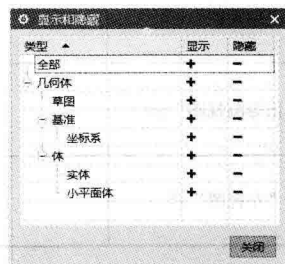
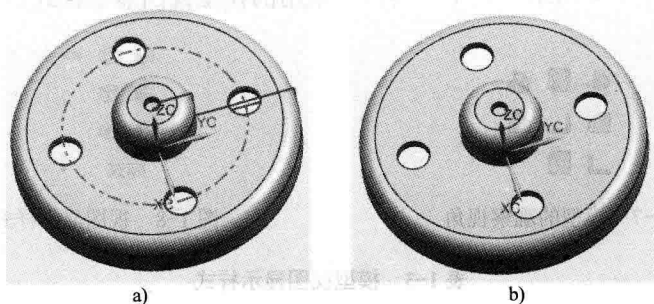

图 1-9 “显示和隐藏”对话框
图 1-10 隐藏草图对象
1) 选择菜单“编辑”→“显示和隐藏”命令，弹出如图 1-9 所示的“显示和隐藏”对话框。单击对象右边的“+”或“-”将显示或隐藏该对象。例如，单击“显示和隐藏”对话框中“草图”右侧的“-”号，将草图对象隐藏，如图 1-10 所示。